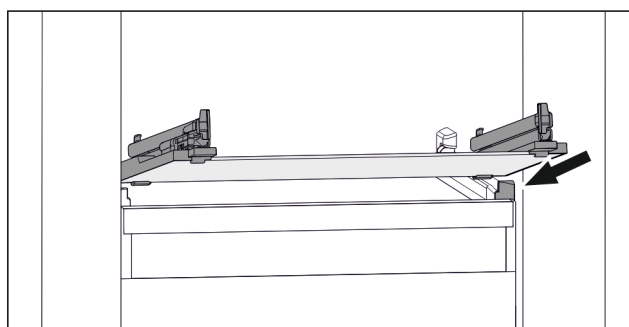

Fig. 119 Simbolična slika steklene plošče
- ▶ Stakleno ploščo postavite v poševnem položaju za zaustavjalniki. (glejte Fig. 119)